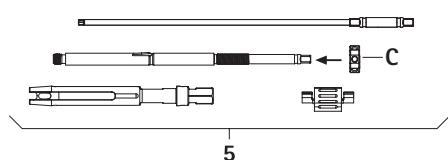

Abb. 11
- ▶ Spannmutter C auf Innenhülse aufschrauben, siehe Abb. 11.